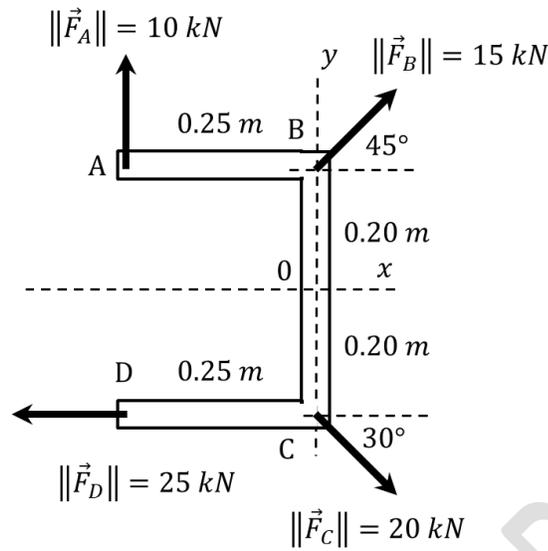

Fig. 3.15.
- 3.14.- Considere la placa ubicada en un plano horizontal y sometida a un sistema de fuerzas como muestra la Fig. 3.15.